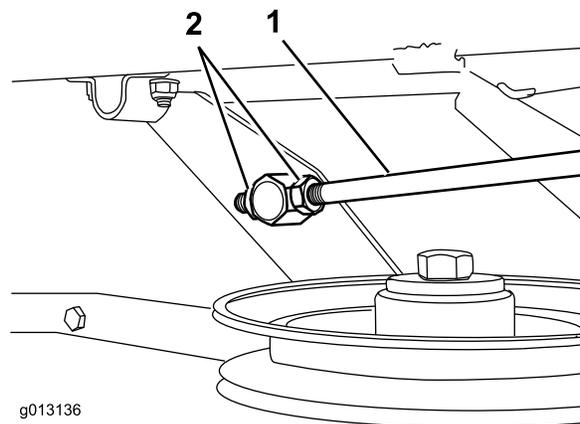

Figura 44
2. Para obtener la altura correcta de las puntas delantera y trasera de la cuchilla de la izquierda, ajuste la longitud de la varilla de acoplamiento (situada en el lado izquierdo de la máquina) (Figura 44).